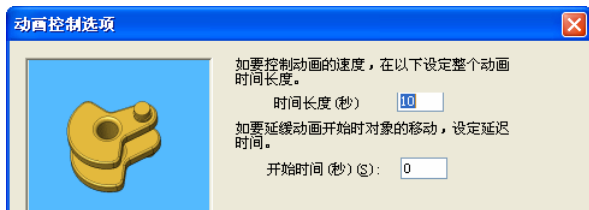

图 13-8 “动画控制选项”对话框
- ④ 弹出“动画控制选项”对话框，如图 13-8 所示。在对话框中设置时间长度为 10，开始时间为 0，单击“完成”按钮。